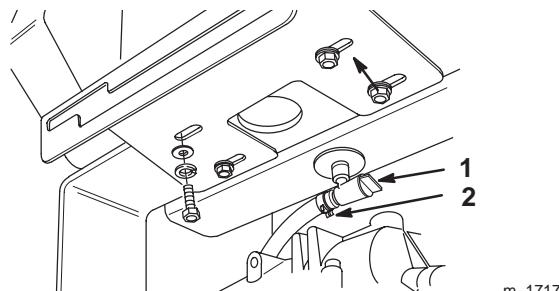

Bild 33
- Schließen Sie den Kraftstoffhahn unter dem Kraftstofftank (Bild 33).
- Drücken Sie die Enden der Schlauchklemme zusammen und schieben sie an der Kraftstoffleitung weg vom Kraftstoffhahn (Bild 33).
- Ziehen Sie die Kraftstoffleitung vom Kraftstoffhahn (Bild 33). Öffnen Sie den Kraftstoffhahn und lassen Sie den Kraftstoff in einen Benzinkanister oder ein Auffanggefäß ablaufen.
- Öffnen Sie den Kraftstoffhahn unter dem Kraftstofftank (Bild 33).